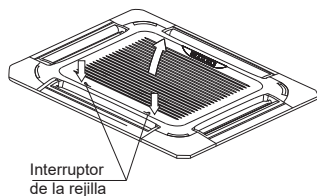

Fig. 5-9
- Ponga los dos interruptores de la rejilla hacia el centro al mismo tiempo, y tire de ellos hacia arriba (véase la fig.5-9).